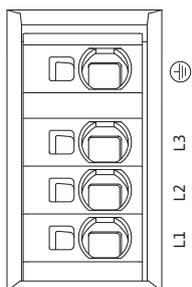

Fig. 33: Morsetti di potenza (morsetti di alimentazione di rete)
- Morsetti di potenza (morsetti di alimentazione di rete) (Fig. 33)